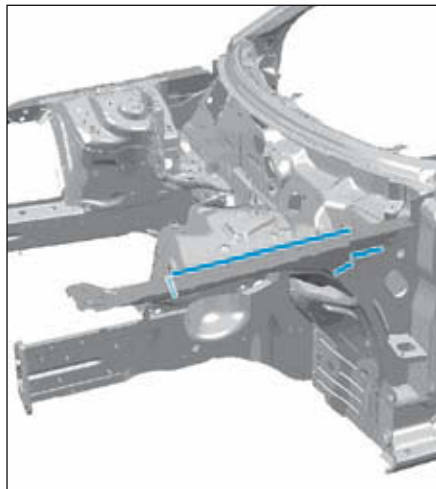

FIG.21
- Dépointer et couper le longeron supérieur de passage de roue (Fig.21).